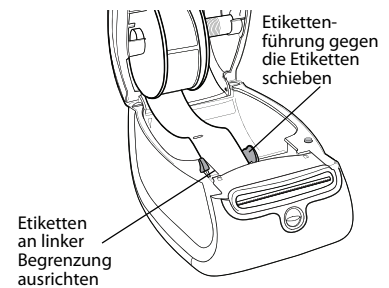

Abbildung 4
- Die Etiketten müssen mit dem linken Rand gegen die linke Begrenzung der Etikettenzuführung eingeführt werden. Siehe Abbildung 4.
- 7 Richten Sie den linken Rand des Etiketts an der linken Begrenzung der Etikettenzuführung aus, und führen Sie das Etikett in die Zuführung ein. Siehe Abbildung 4.
- 8 (Nur 450, 450 Turbo, Duo und Twin Turbo)** Schieben Sie die Etikettenführung nach links, bis die Führung am rechten Rand des Etiketts ausgerichtet ist. Siehe Abbildung 4.